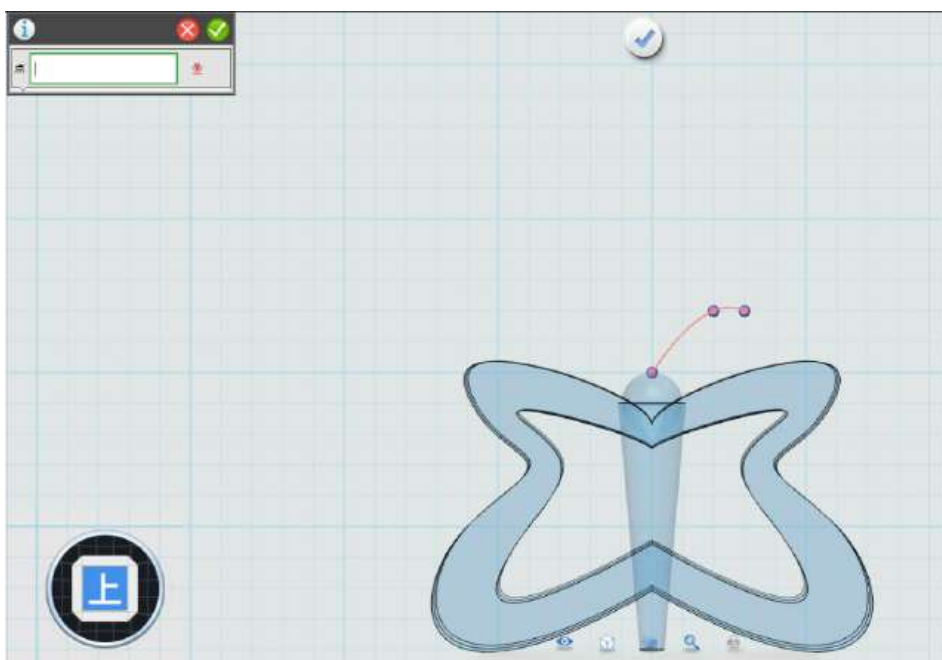

图 1-14
Step 14 点击“草图绘制”，选择“曲线”功能，绘制蝴蝶的角，如下图 1-14 所示：